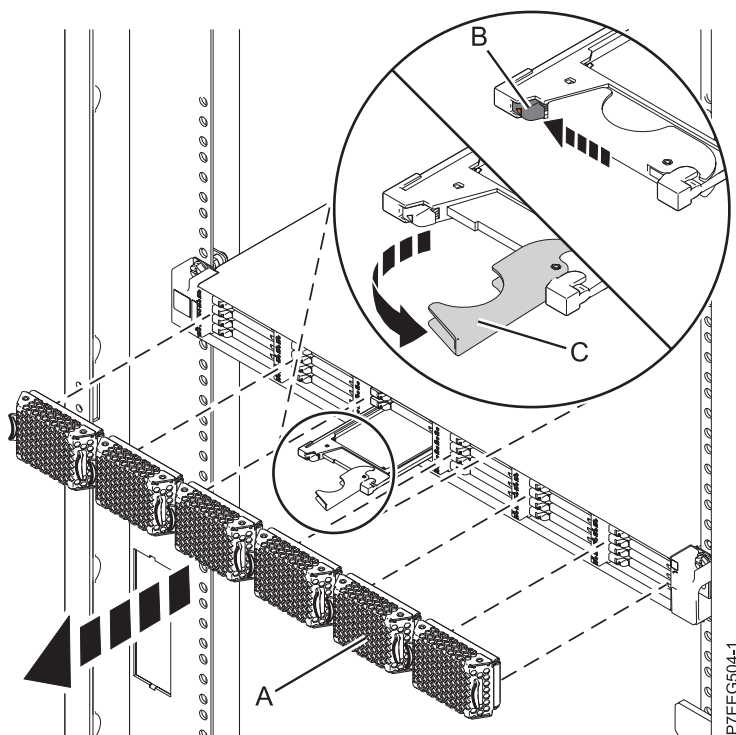

Figure 18. Retrait de l'unité SSD du boîtier de stockage PCIe 58/88
1. Retirez le panneau (A) qui couvre l'emplacement contenant l'unité SSD.
2. Poussez doucement le taquet de déverrouillage (B) pour déverrouiller la poignée de l'unité. Voir figure 18.
4. Lorsque le voyant d'identification de l'unité SSD clignote, saisissez la poignée (C) et tirez partiellement l'unité hors de l'emplacement.